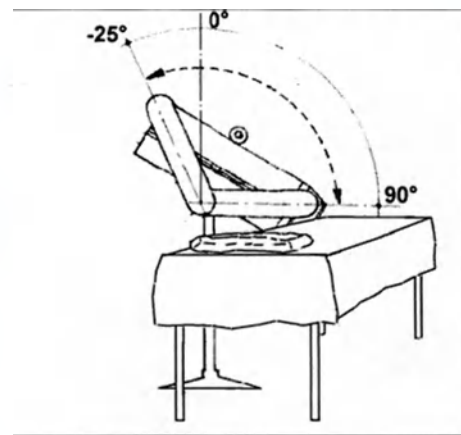

Рис. 26
□□ от 90° внутреннего вращения до -25° внешнего (рис.26)